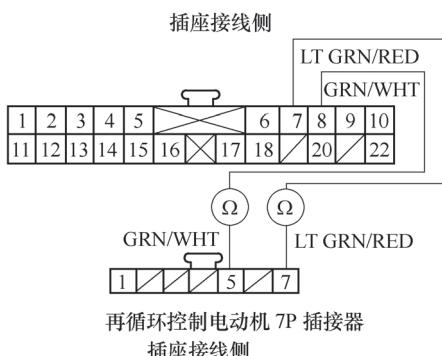

图 5-108 检查前面板总成 22P 插接器
11) 如图 5-108 所示，检查前面板总成 22P 插接器 7 号和 8 号端子分别与再循环控制电动机 7P 插接器 7 号和 5 号端子之间的导通性。如果导通，检查前面板总成 22P 插接器和再循环控制电动机 7P 插接器之间的导线是否松动或接触不良，如果连接完好，换上确认良好的前面板总成，并重新检查，如果症状 / 指示消失，则需更换原来的前面板总成；如果不导通，维修前面板总成和再循环控制电动机之间的导线开路故障。